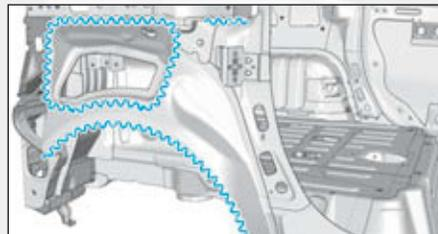

FIG. 155
- Appliquer un mastic de calage indice "A1" (Fig.155).